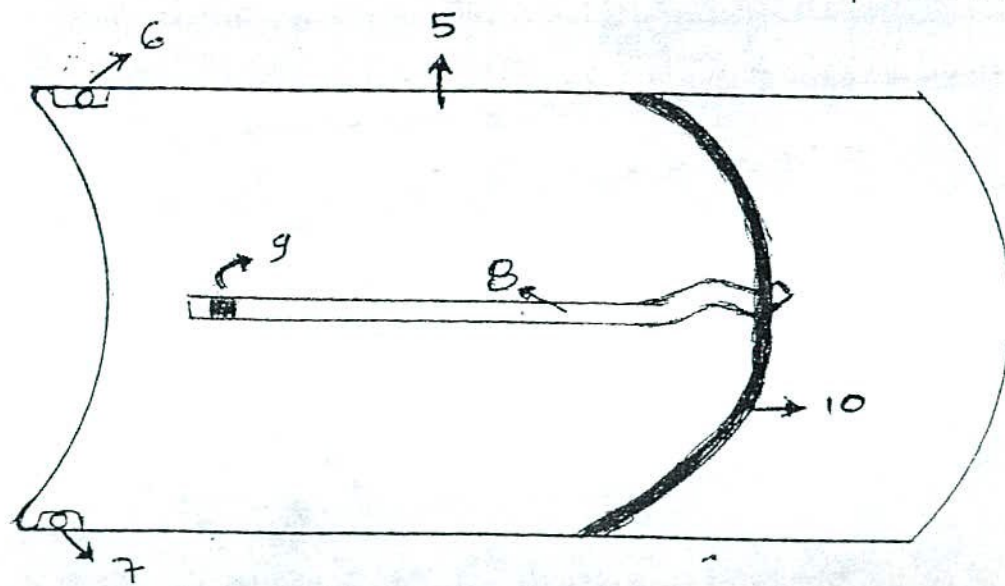

FIGURA 2
Figura 2: 5: Vista interna del protector, donde se observan todos sus componentes; 6 y 7: bujes internos laterales de fijación del protector donde encaja el pasador que atraviesa el estribo (1); 8: Franja acerada plana apoyada en el lomo del estribo con un punto plano de soldadura en medio de los bujes, con una leve curva hacia arriba en forma de S, que es la que mantiene levantado el protector aproximadamente 30 grados del nivel del estribo; 9: punto de soldadura; 10: Aro que controla la subida del protector, abrazando el estribo por debajo.